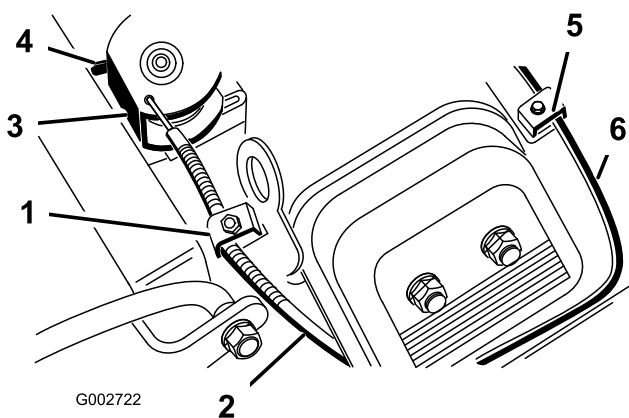

図 38
2. スロットルケーブルをエンジンに固定しているクランプのねじをゆるめる 図 38。
2. チョークケーブルをエンジンに固定しているクランプのねじをゆるめる 図 38。
4. チョークケーブル(図 38)を十分に引いてチョークを完全に閉じ、その位置でクランプのネジを締める。
4. スロットルケーブルを十分に引いて、スイベルの後部をストップに接触させる 図 38。